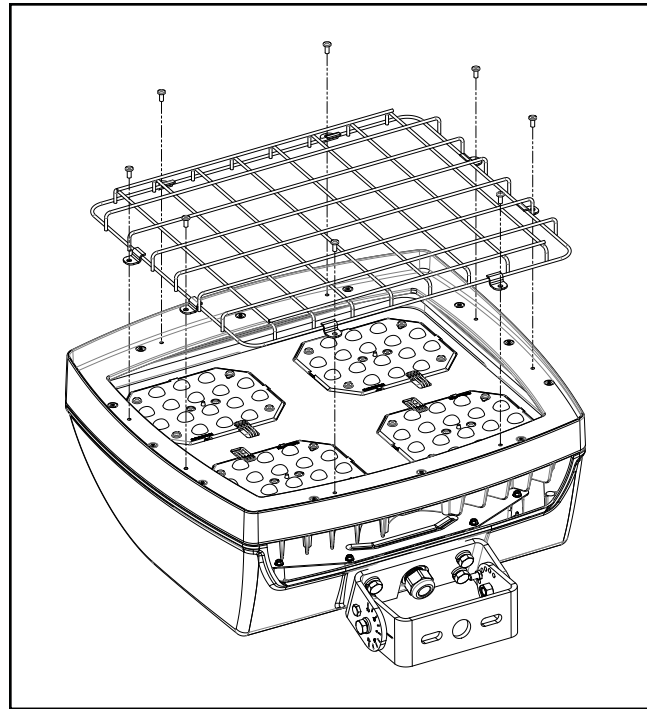

Figure 5.
Protecteur de fil métallique (figure 5).
1. Alignez le protecteur de fil métallique situé sur le cadre de la lentille et correspondant aux huit trous existants. (Figure 5).